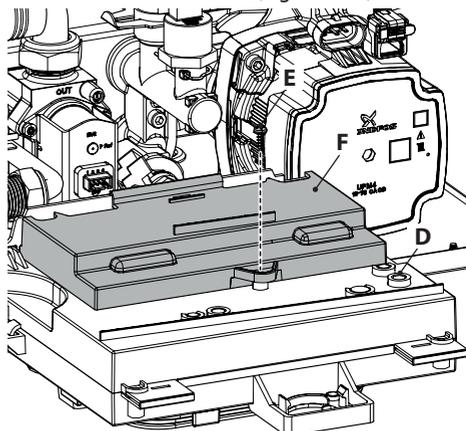

Figura 5.42
in Figura 5.42.
- Svitare la vite **E** e sollevare il coperchio **F** per accedere alle morsettiere alimentazione elettrica, remoto e sonda esterna (Figura 5.42).